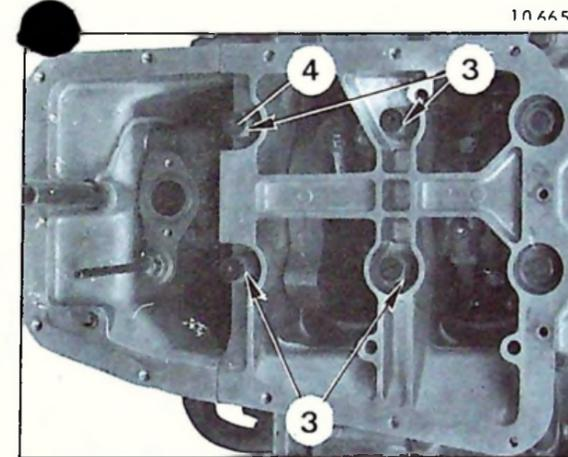
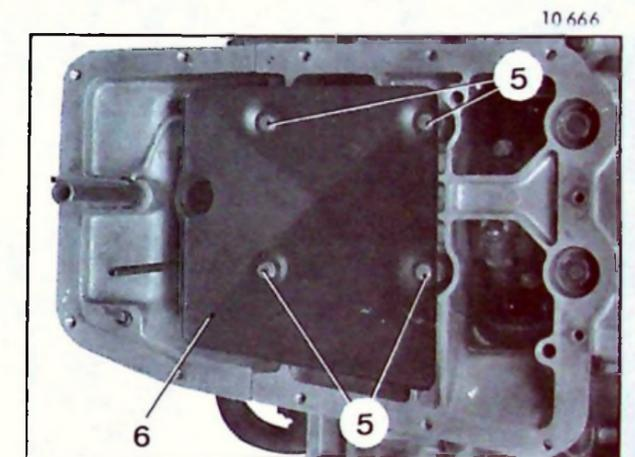

Figure 3
Figure 4
- Visser les quatre écrous doubles (3) (rondelle plate). Les serrer de 90 à 100 mAN (9 à 10 m.kg) (figure 3).
- Présenter le nouveau déflecteur (6) équipé de quatre vis auto-freinées (5) (rondelle plate) (figure 4) : sur chacune des vis (5) intercaler une entretoise caoutchouc (4) (figure 3) entre le déflecteur et l'écrou double (3) correspondant. Serrer modérément les vis (5).